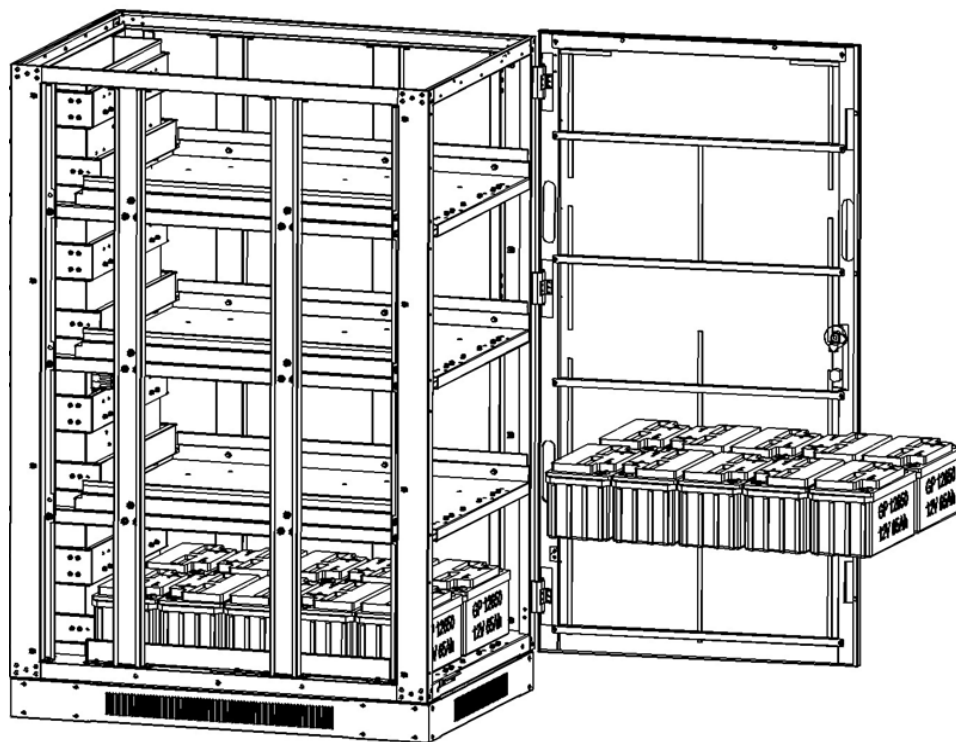
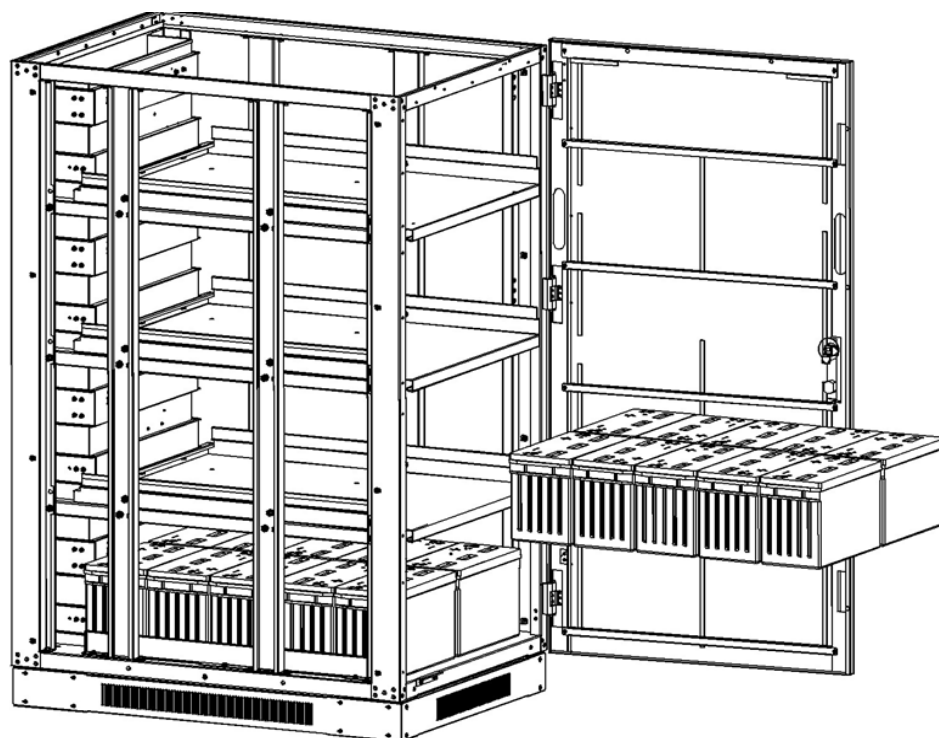

Figure 5-33 : modèle BP240V65L-NIB
Figure 5-34 : modèle BP240V100L-NIB
5. Installer 10 modules de batteries dans la couche 2 (Figure 5-33 : modèle BP240V65L-NIB ou Figure 5-34 : modèle BP240V100L-NIB).